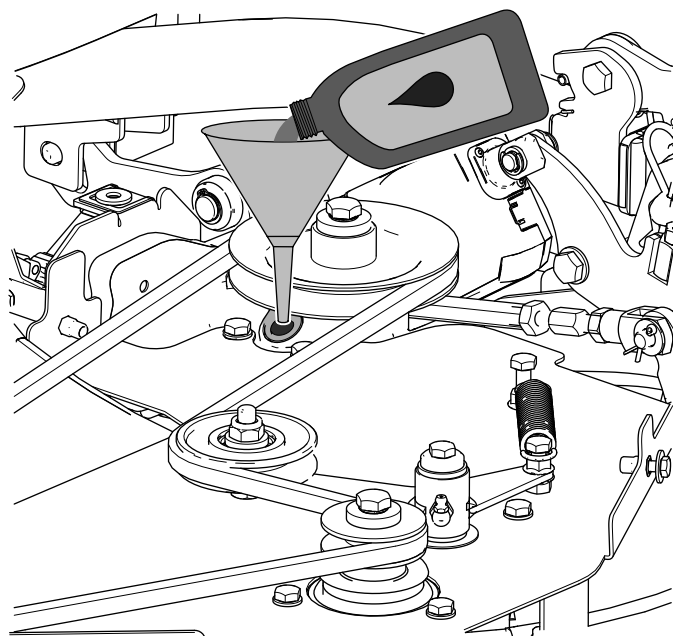

Bild 96
2. Füllen Sie mit einem Trichter das angegebene Getriebeöl durch das Loch in das Getriebe ein (Bild 96).